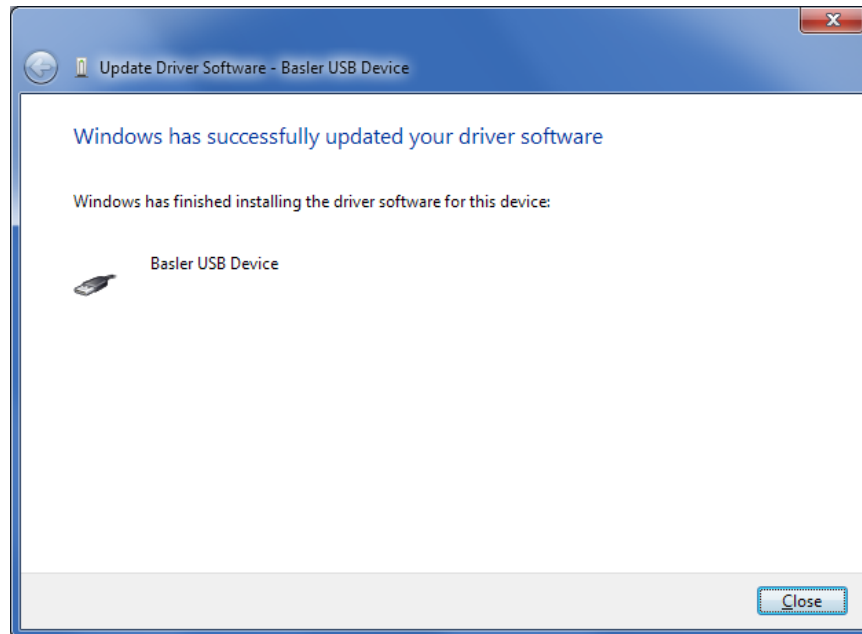

Figure 8-7. Mise à jour du pilote logiciel réussie
Étape 7. La fenêtre dans la Figure 8-7 apparaît si l'installation du pilote a réussi.